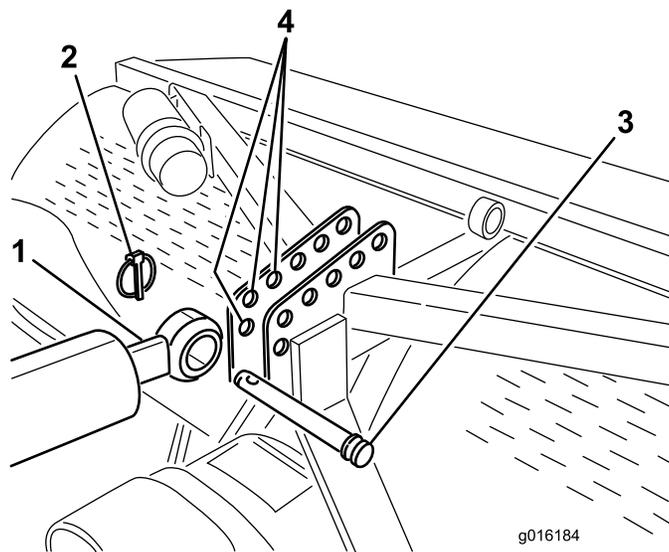
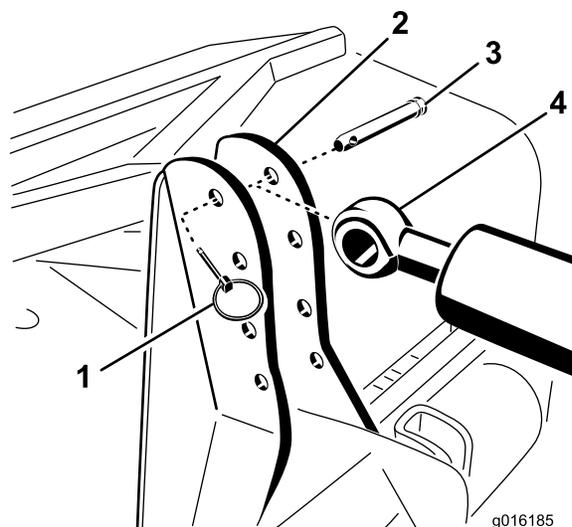

図 6
図 7
- リンクピンとリンチピンを使って、油圧式上部リンクのロッド端を、エアレータのできるだけ前側の穴に固定する 図 6 または 図 7。